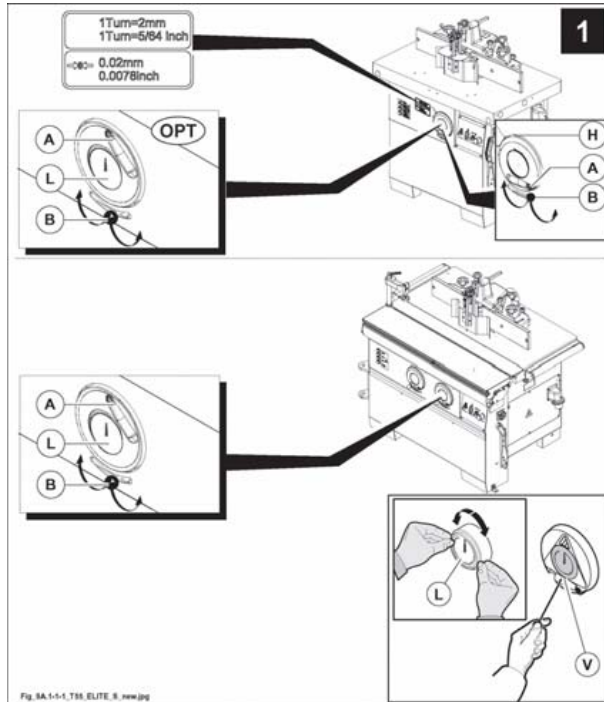

Fig. 9.1-1-1
In caso di indicazione imprecisa dell'indicatore (L fig. 9.1-1-1), procedere al ripristino della regolazione come di seguito indicato:
- svitare la vite (V fig. 9.1-1-1) e smontare l'indicatore.
- Allentare il pomello (B fig. 9.1-1-1).
- Lo spostamento verticale dell'albero avviene mediante la rotazione del volantino (A fig. 9.1-1-1).
- La rotazione si blocca mediante il pomello (B fig. 9.1-1-1) che deve essere serrato dopo ogni posizionamento.
Verificare l'entità dello spostamento dell'albero toupie tramite l'indice (H fig. 9.1-1-1) (solo per versione 1) o attraverso l'indice numerico (L fig. 9.1-1-1).